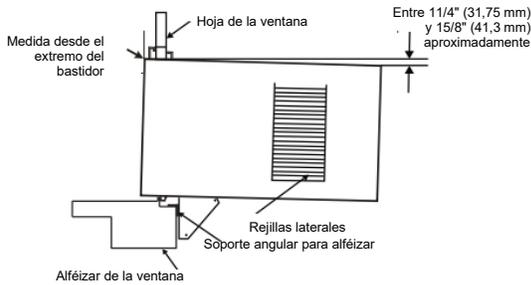

Figura 14
**NOTA:** Revise que el aire acondicionado tenga una inclinación hacia atrás de entre 1 1/4" (31,75 mm) a 1 5/8" (41,3 mm) (inclinación de 3° a 4° hacia abajo y hacia afuera). Si instaló correctamente la unidad, no debería desbordarse agua condensada del orificio de drenaje durante el uso normal. Si esto sucede, corrija la inclinación (Figura 14).